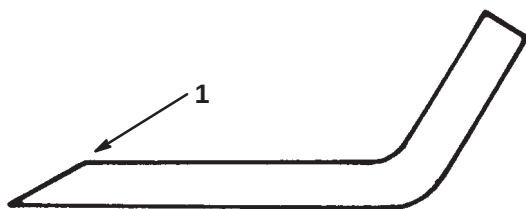

Abbildung 24
1. Die Schneidkante an beiden Enden des Schnitmessers mit einer Feile schärfen (Abb. 24). Den ursprünglichen Winkel beibehalten. Das Schnitmesser behält seine Auswuchtung bei, wenn von beiden Schneidkanten die gleiche Materialmenge entfernt wird.